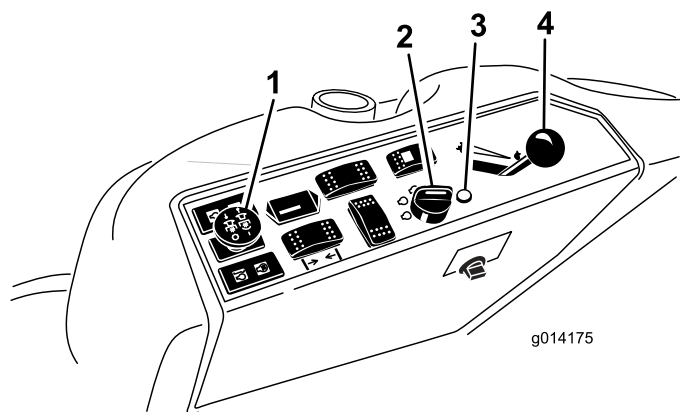

Figura 11
4. Mueva el interruptor de la toma de fuerza (TDF) a la posición de Desengranado (Figura 11).
5. Ponga la palanca del acelerador en un punto intermedio entre las posiciones Lento y Rápido (Figura 11).